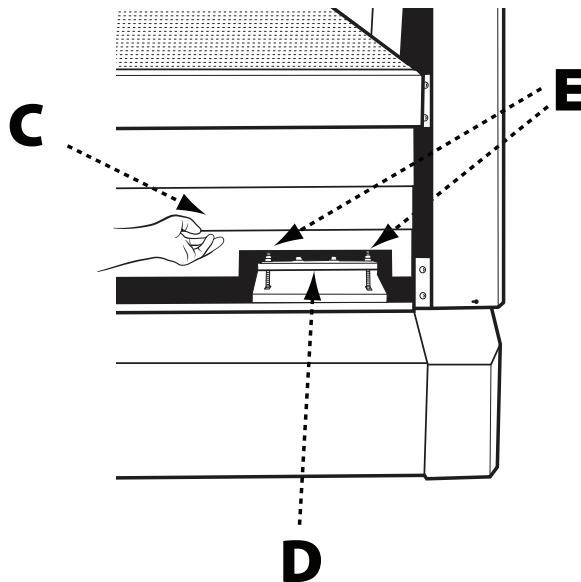

FIG. 7
3. Utilisez une clé Allen de 6 mm pour enlever les quatre boulons à tête hexagonale et les rondelles qui retiennent le dispositif de sécurité du bas (B) de l'appareil. Voir Fig. 7.
4. Soulevez les panneaux télescopiques (C) assez haut pour exposer le support du moteur (D). Voir Fig. 7. Maintenez-le en place à l'aide d'un vieux bloc de bois.
5. Repérez les deux écrous M12 (E) qui servent à soulever et abaisser le moteur. Voir Fig. 7.